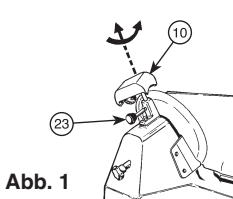

Abb. 1
- Darauf achten, dass der bewegliche Resthalter (2) geschlossen ist (Einstellrad (6) in Position "0").
- Lösen Sie den Sperrknopf (23) von der Schleifeinheit (10).
- Heben Sie die Schleifeinheit (10) an, drehen Sie sie um 180°, sodass sich beide Räder in Betriebsstellung befinden. Siehe Abb. 1
- Die Schleifeinheit (10) ablassen, bis sie einrastet.
- Die Einheit durch Drehen des Sperrknopfs (23) sichern.
- Einschalten (5).
- Taste (26) drücken und das Messer ca. 1 Minute lang laufen lassen. Sobald das Messer still steht, prüfen, ob sich eine raue Kante gebildet hat.
- Nach der Überprüfung ob sich ein Grat gebildet hat, schalten Sie das Gerät ein und drücken Sie die Taste (27) vorsichtig ca. 3 Sekunden lang, um den während des Schärfens gebildeten Grat zu entfernen.
- Die verstellbare Platte (2) auf den grösste mögliche Abstand vom Messer (3) durch das Drehen des Drehknopfes (6) bringen.
- Die Schleifgruppe (10) auf die verstellbare Platte legen (Sehen Fig. 1) und durch den Griff (23) darauf befestigen.
- Den Motorbetätigungsschalter für das automatische Schleifen einschalten (5). Falls nötig, den Drehknopf mit Gradeinteilung (6) drehen, bis sich den Schleifstein gemeinsam mit dem Messer dreht.
- Das Messer während ungefähr einer Minute schleifen, dann den Druckknopf (27) gegen die Bildung von Grat für ca. zwei-drei Sekunden drücken.
- Inzwischen den Motor abschalten. Nach dem Schleifen die Schleifsteingruppe (10) von der verstellbaren Platte (2) entfernen und diese in ihr ursprüngliches Gehäuse zurücklegen.